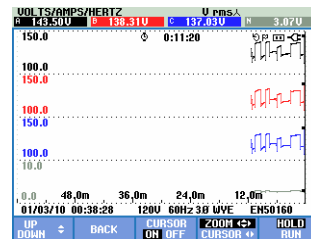

Abbildung 23-6. Trend-Anzeige mit aktivem Cursor und Zoom
- Drücken Sie F4 zum Aktivieren der Pfeiltasten für die Zoom-Funktion. Jetzt können Sie mithilfe der Pfeiltasten nach links/rechts die Trends in horizontaler Richtung vergrößern oder verkleinern, wie in Abbildung 23.6 gezeigt. Für die vertikale Richtung stehen Ihnen die Pfeiltasten nach oben/unten zur Verfügung. Wenn der Cursor aktiviert ist, ist seine Position auch der symmetrische Mittelpunkt des horizontalen Zooms, wenn er deaktiviert ist, bildet die rechte Bildschirmkante den Ausgangspunkt des horizontalen Zooms.